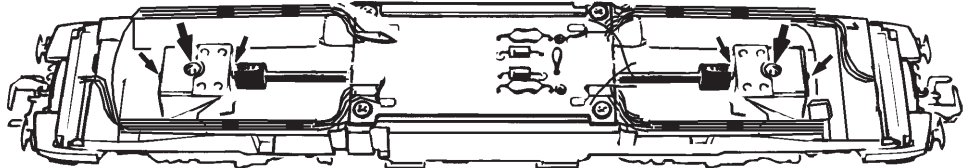

Fig. 7
4. Motorwechsel: Lokgehäuse abnehmen (Fig. 4). Danach wird der Motor ausgebaut und ausgewechselt (Fig. 7).
4. Motor Changing: First remove loco body (fig. 4), and then the motor (fig. 7).
4. Remplacement du moteur: Démontez la caisse (voir fig. 4), puis vous pouvez échanger le moteur (fig. 7).